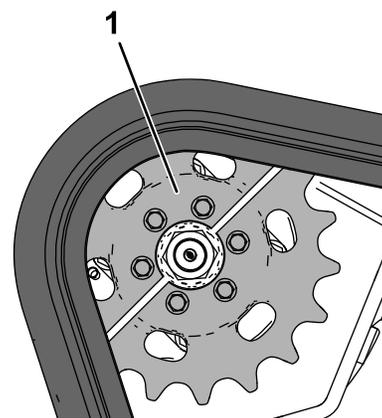

Рисунок 60
2. Припаркуйте машину на ровной горизонтальной поверхности так, чтобы только одна половина ведущего колеса вошла в зацепление с гусеницей (Рисунок 60).